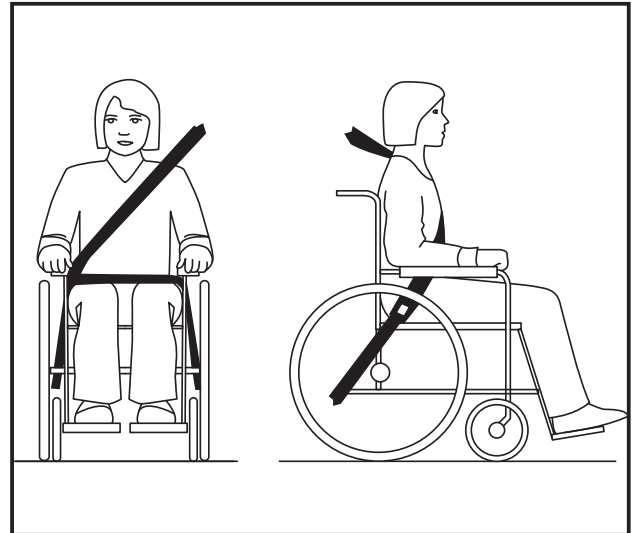

Abbildung 58
- Die richtige Gurtführung geht aus Abbildung 58 hervor.